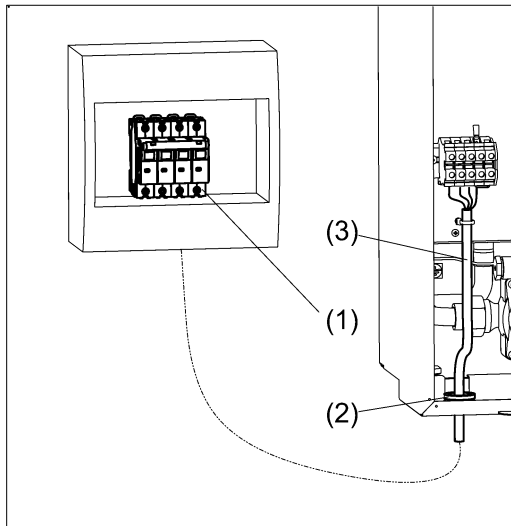

Рисунок 7. Подключение прибора к электросети
6.2.3 Подключение прибора к электрической сети осуществляется только через внешний автоматический выключатель QF (см. рис. 7) с номинальным током (In) указанным в таблице 2.
(1) Выполните монтаж автоматического выключателя QF в непосредственной близости от прибора и доступным для визуального обзора месте (см. рис. 7);